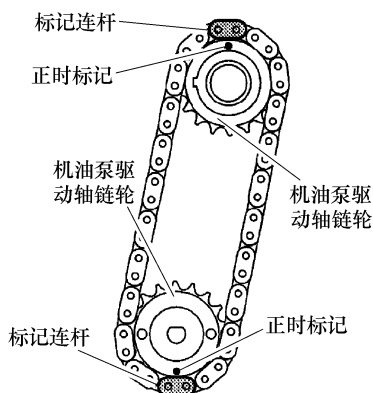

图 1-186 对准正时标记
③ 如图 1-186 所示，将黄色标记连杆与各齿轮的正时标记对准。
④ 用齿轮上的链条，将链轮安装到曲轴和机油泵上。
⑤ 用螺母暂时拧紧机油泵驱动轴链轮。
⑥ 将缓冲弹簧插入调节孔内，然后用螺栓安装链条张紧器板。